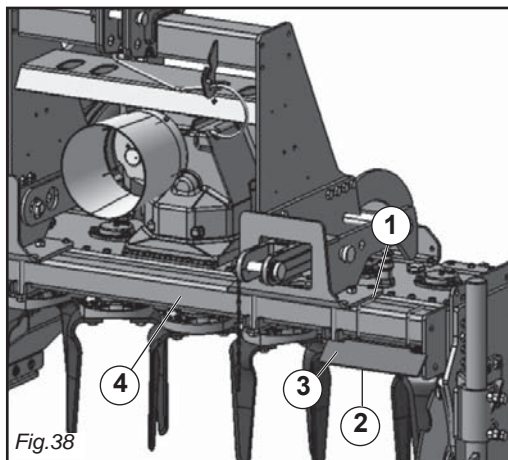

Fig.38
- Mediante i cavallotti (1 Fig.38) e i dadi (2 Fig. 38) montare la protezione anteriore (3 Fig.38) sul tubo (4 Fig.38).
- *Mit den Schraubstiften (1 Abb. 38) und den Muttern (2 Abb. 38) den vorderen Schutz (3 Abb. 38) auf das Rohr (4 Abb. 38) montieren.*